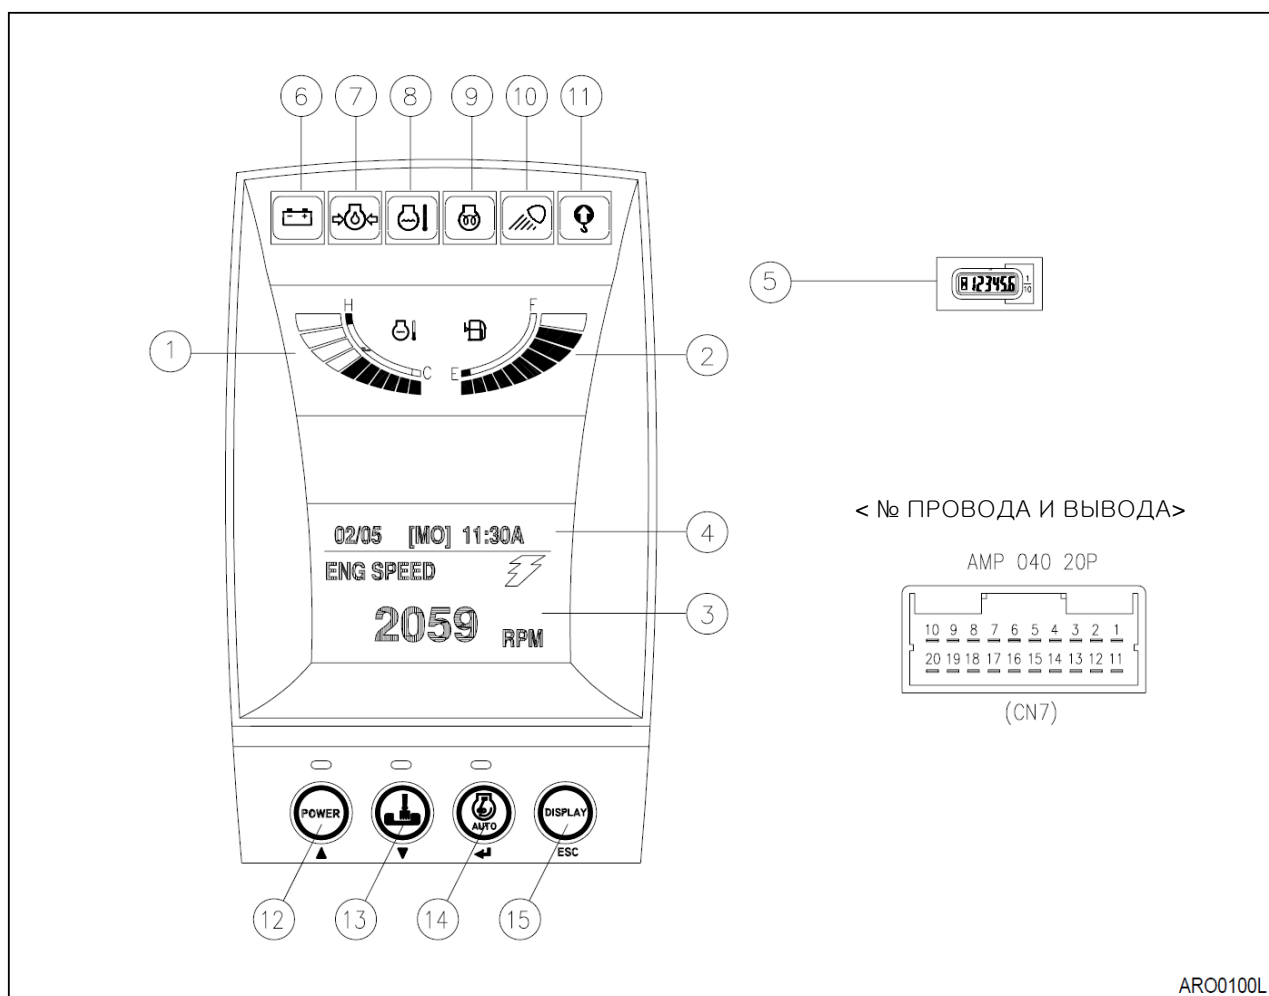

Рис. 10
Когда ключ зажигания двигателя поворачивают в положение "I" (ON) все индикаторы показания и предупреждения включатся и в течение примерно 2 секунд будет слышан предупреждающий звуковой сигнал. В этот момент на цифровых часах и в зоне графической информации появится движущаяся фигурка экскаватора (3 и 4, рис. 10).